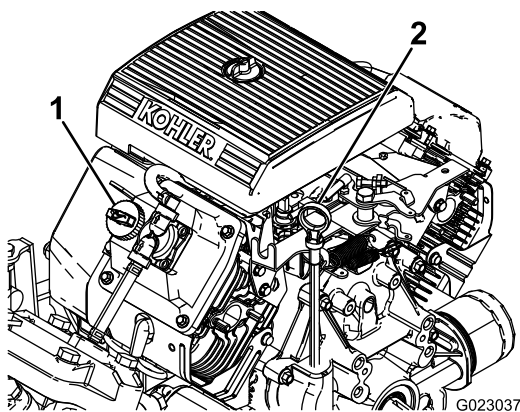

Figure 11
2. Retirez la jauge et essuyez-la sur un chiffon propre (Figure 11).
4. Si le niveau d'huile est trop bas, retirez le bouchon de remplissage du couvre-culasse (Figure 11) et ajoutez la quantité d'huile nécessaire pour amener le niveau au repère maximum sur la jauge ; voir Vidange et remplacement de l'huile moteur (page 41) pour connaître le type d'huile et la viscosité qui conviennent. Versez l'huile lentement et vérifiez souvent le niveau durant la procédure. Ne remplissez pas excessivement.